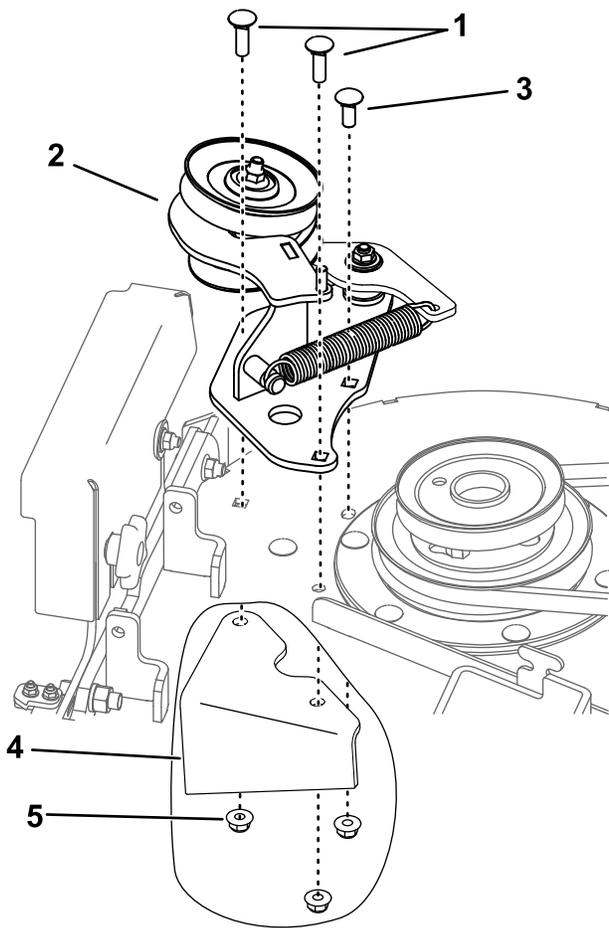

Figure 5
- Fixez la poulie du souffleur sur le plateau de coupe à l'aide des 3 écrous retirés précédemment, de 1 boulon de carrosserie (3/8" x 1 1/4") et de 2 boulons de carrosserie (3/8" x 1") (Figure 5).
($\frac{3}{8}$ " x $1\frac{1}{4}$ ") et de 2 boulons de carrosserie ($\frac{3}{8}$ " x 1") (Figure 5).